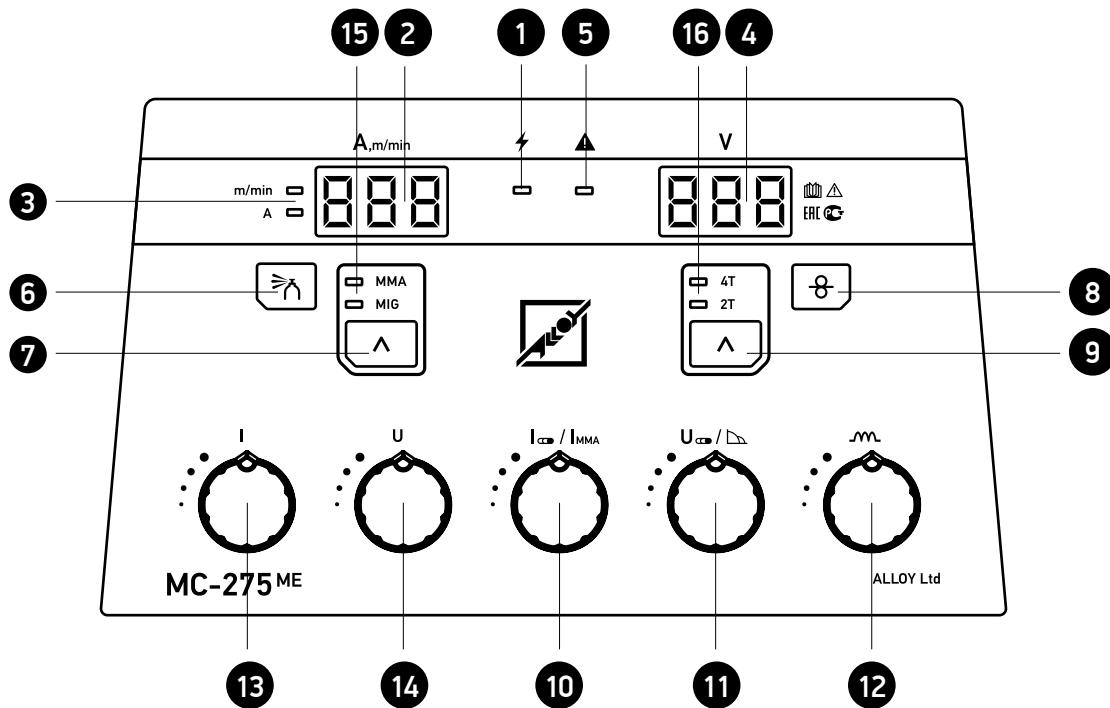

Рис. 4.1
Функции управления, отображенные на панели (см. рис.4.1.), сгруппированы согласно сфере их применения. Параметры легко изменяются посредством кнопок и регуляторов.
4). Подключить сварочную горелку к «еворазъему» на передней панели полуавтомата. Выпрямить её с максимальным радиусом изгиба. Заправить проволоку в механизм подачи и нажатием кнопки прогона сварочной проволоки вне цикла сварки поз. 8 (рис. 4.1), пропустить в сварочную горелку, предварительно сняв наконечник.